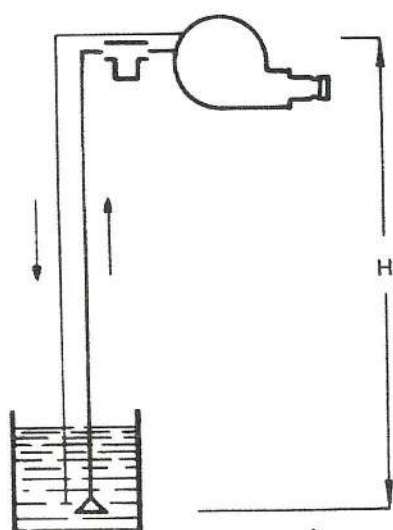

Fig. 1
Los tubos de alimentación de combustible deben tener una absoluta estanqueidad, se aconseja tubo de cobre \varnothing interior 8 ó 10 m.m. preferiblemente de una pieza. En caso de depósito más bajo que el quemador se representa un gráfico con la distancia en m.(L) con respecto a la altura manométrica. (H) Fig. 1 y 2. En este caso es imprescindible colocar una válvula de pie de cierre perfecto y poca pérdida de carga.
- 2.- El depósito de combustible estará de acuerdo con el gráfico de las figs. 1 y 2.